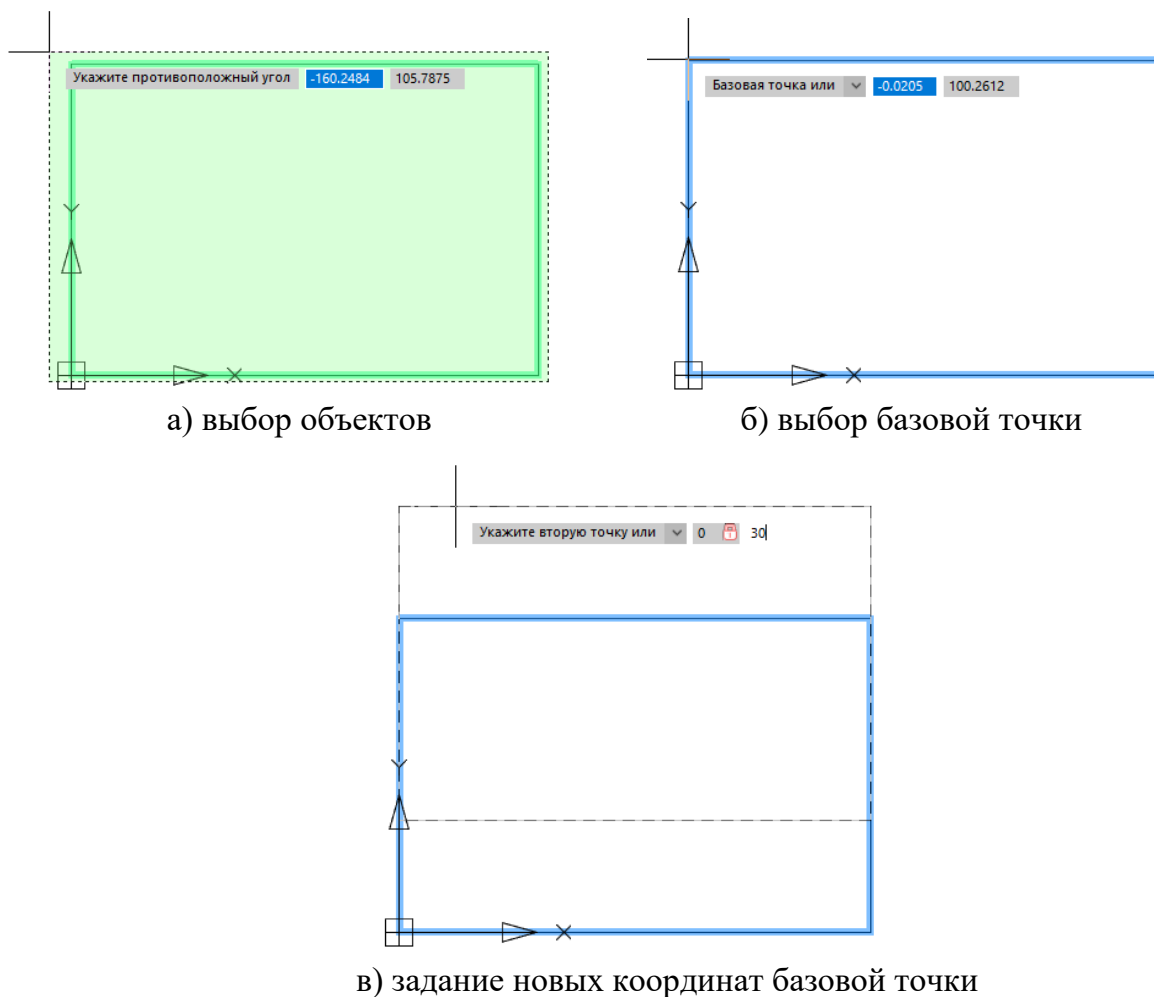

Рис. 45. Функция Копировать
- с помощью курсора мыши выбираются объекты, которые необходимо скопировать (отрезки, из которых создан прямоугольник), см. рисунок 45, а;
- выбрать базовую точку (точку в пространстве чертежа, относительно которой будет выполняться создание новых копий), см. рисунок 45, б;
– одним из ранее рассмотренных методов задать новые координаты базовой точки (например, методом задания относительных координат вводим @0,30 Enter), см. рисунок 45, в.